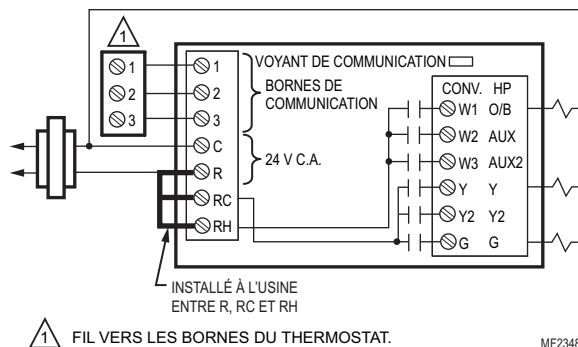

Fig. 10. Raccordement type d'un système de chauffage-refroidissement classique à un étage avec un seul transformateur (système classique 1C/1R).
6. Voir les schémas de raccordement types aux figures 10 à 20.